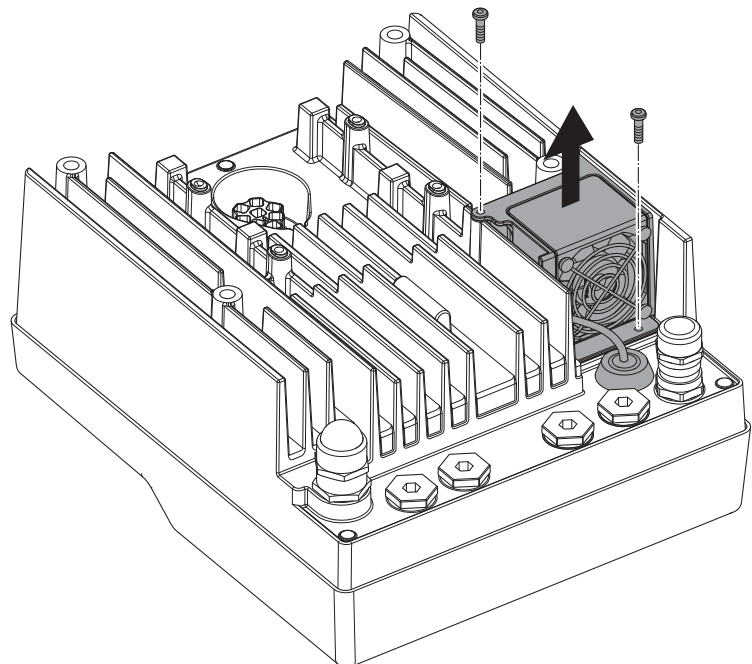

Fig. 47: Desmontaje del ventilador del módulo
- Suelte los tornillos del ventilador del módulo (Fig. 47).